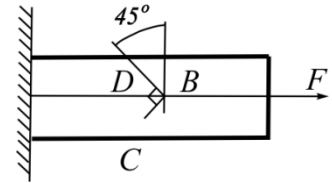

Рис. 2.33
2.33. Определить изменение прямого угла  $DBC$ , выделенного в окрестности точки  $B$ , если сосредоточенную силу  $F$  повернуть в плоскости чертежа на угол  $\pi/2$ . Модуль сдвига  $G$  и площадь прямоугольного поперечного сечения стержня  $A$  считать известными. Точка  $B$  лежит на продольной оси стержня (рис.2.33).